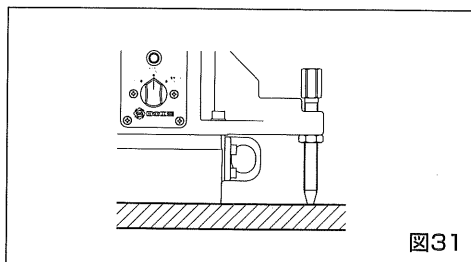

図31
- スタビライザはマグネットの吸着力を有効に使う役目をします。マグネットONにしてから被加工物に密着するように調整してください。この時スタビライザを出しすぎてマグネットが浮き上がらないよう注意してください。(図31)